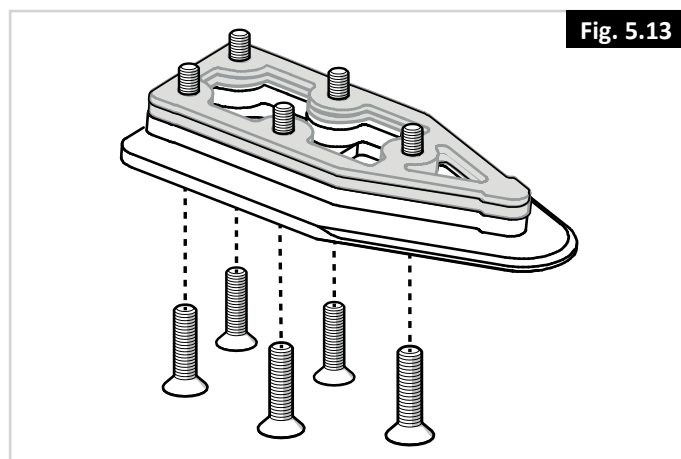

Fig. 5.13
3. För de fem skruvarna genom låsplattans låsplåt, den obligatoriska 8 mm distansbrickan och utvalda distansbrickor som tillval (grått i bilden) (Fig. 5.13).